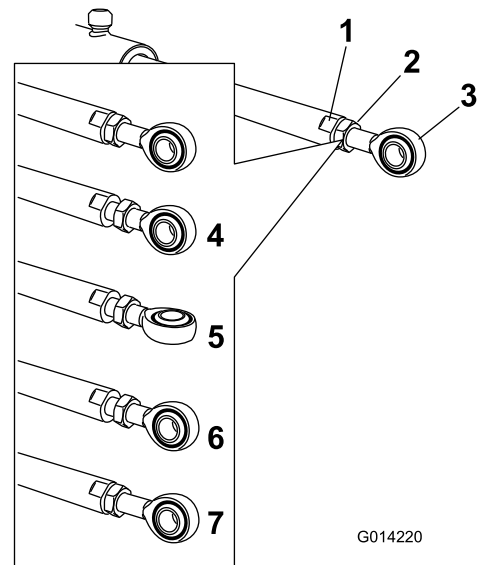

Figure 114
5. Placez une clé sur les méplats de la tige du vérin pour l'immobiliser, puis desserrez l'écrou de blocage (Figure 114).
6. Tournez l'embout dans la tige du vérin pour raccourcir ou allonger le vérin déployé à la longueur voulue (Figure 114).